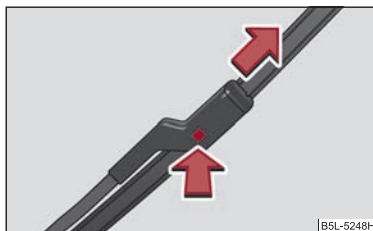

Fig. 58 Escobilla para el parabrisas
- Presione el seguro para desbloquear la escobilla y retirela en sentido de la flecha ⇒ fig. 58.